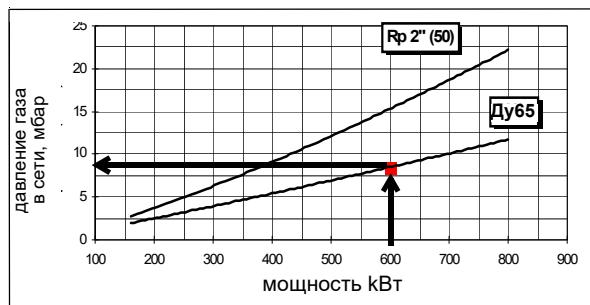

Рис. 5
**Кривые давления газа в голове сгорания в зависимости от его расхода** Кривые давления газа в голове сгорания горелки, в зависимости от расхода газа, действительны только в том случае, если горелка правильно отрегулирована (процентное содержание остаточного  $O_2$  в уходящих газах - как в таблице "Рекомендуемые параметры выбросов", а CO - в пределах нормы). На этой фазе голова сгорания, дроссельный клапан и сервопривод находятся в максимально открытом положении. Смотрите Рис. 5, на котором изображено, как правильно измерить давление газа, принимая во внимание значения давления в камере сгорания, снятые с манометром или пользуясь техническими характеристиками котла/утилизатора.